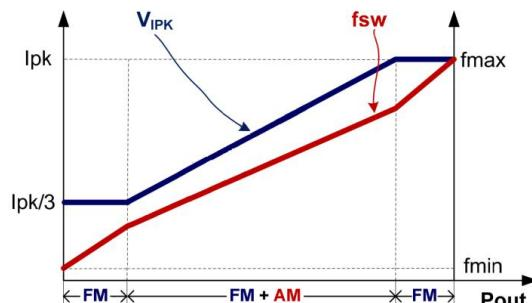

图1
为满足系统平均效率和空载待机方面的严格要求，U3220采用了调幅控制 (AM) 和调频控制 (FM) 相结合的工作模式，如图 1 所示。